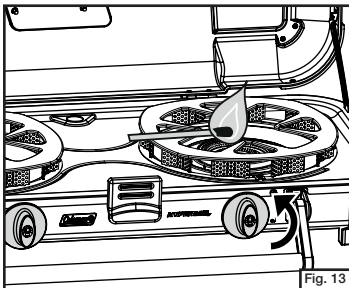

Fig. 13
- Tenez une allumette enflammée près du brûleur et ouvrez la commande. (Fig. 13)